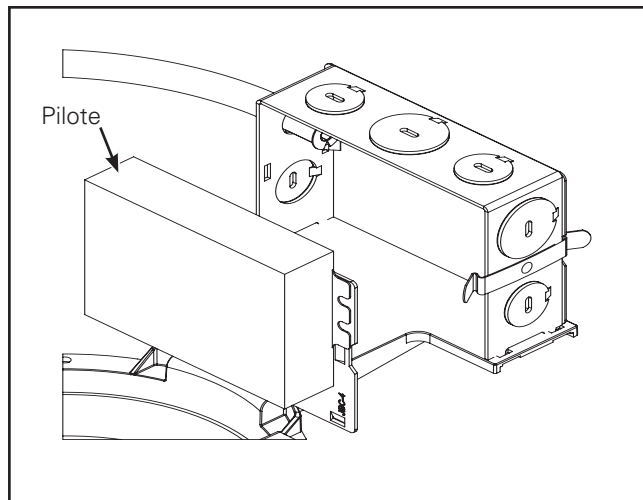

Figure 15
2. Retirez l'assemblage du pilote et du couvercle de la boîte de jonction. (Figure 15).